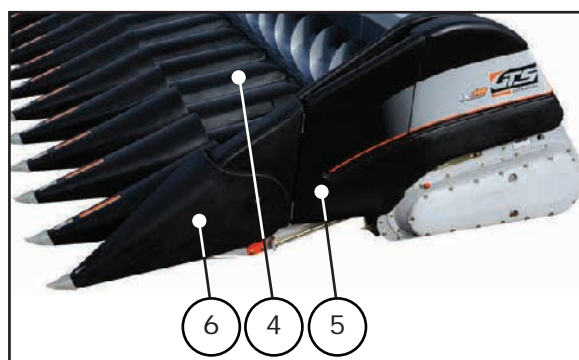

Figura 22
Os porta-bicos laterais (5) e bicos laterais (6) figura 22, não precisam ser trocados.
b) De posse do novo Kit de peças (1, 2, 3 e 4), acople a plataforma conforme instruções do tópico 4.0 - "Preparação e Regulagens da Plataforma", item 4.1 - "Acoplamentos da Plataforma".